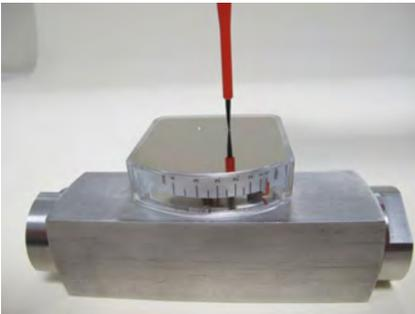

Abb. 64
- 24.** ▶ Befestigungsschrauben der Anzeige-Deckelplatte einschrauben und festziehen (Abb. 64), dabei Schrauben-Anziehdrehmoment (↪ Kapitel 11.1 „Anziehdrehmomente“ auf Seite 93) beachten